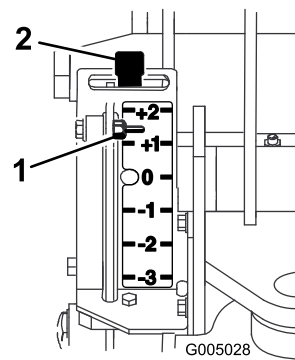
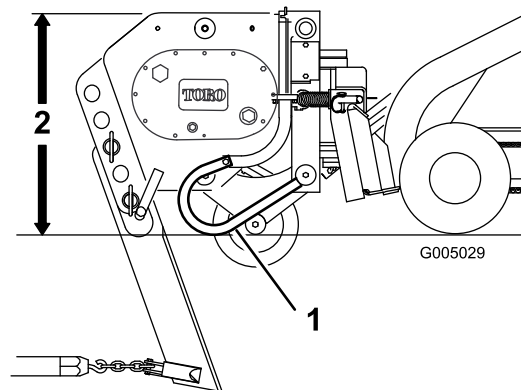

Bild 7
Bild 8
5. Kippen Sie die Anbaugerätplatte ganz nach hinten, sodass die Oberkante des Pflugs mit dem Boden parallel ist (Bild 8).
Das Messgerät befindet sich an der linken Seite des Pflugs, die zur Zugmaschine zeigt. Eine Stange verläuft vom Messgerät zum Boden (**Bild 8**). Wenn Sie den Pflug anheben, bewegt sich die Anzeige am Messgerät nach unten. Markierungen am Messgerät geben die Zoll an, die Sie über oder unter der Höchsttiefe pflügen (**Bild 7**). Das Messgerät zeigt von +2 bis -3 an. +2 auf dem Messgerät gibt eine Tiefe von 5,0 cm unter der Oberfläche und -3 auf dem Messgerät gibt 7,6 cm über der Oberfläche an. 0 auf dem Messgerät gibt an, dass kein Versatz auf die Messertiefe angewendet wird.